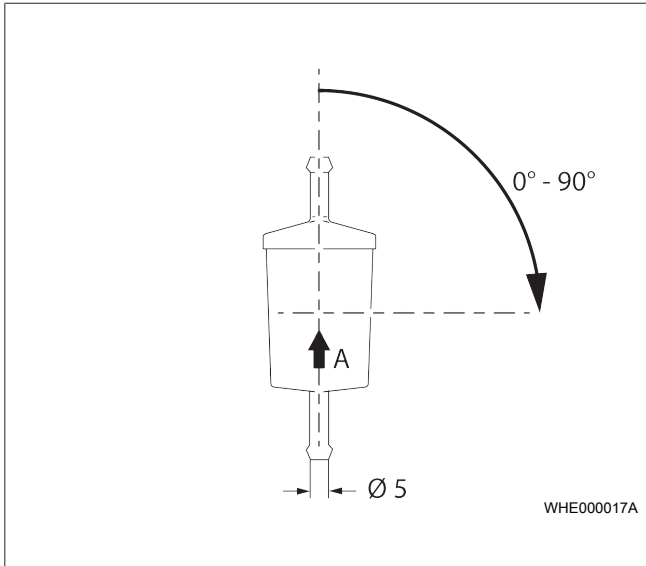

Abb. 13 Zulässige Einbaulage Kraftstofffilter
- Korrekte Einbaulage sicherstellen. Dabei auf Durchflussrichtung des Kraftstoffs (Pfeilrichtung) in Abb. 13 achten.